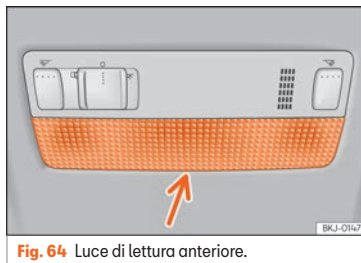

Fig. 64 Luce di lettura anteriore.
- Introdurre un cacciavite dalla parte piatta tra il telaio e il vetro »» fig. 64.